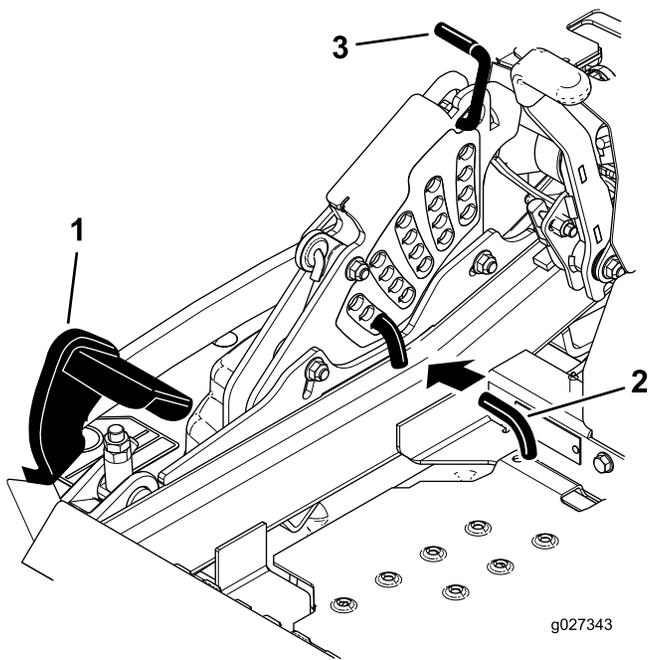

Figura 92
5. Premete completamente in avanti il pedale di sollevamento del piatto di taglio e quest'ultimo si bloccherà in posizione di trasporto a 14 cm (Figura 92).